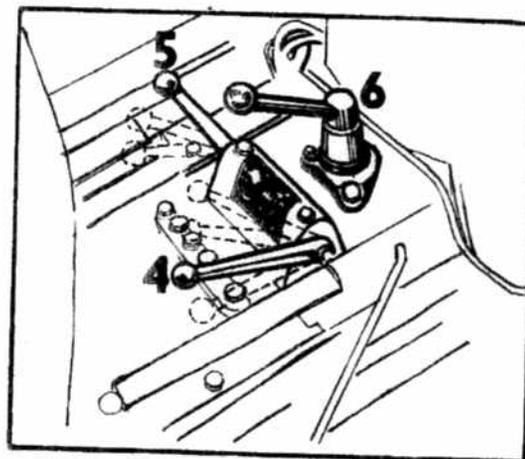

Fig. 4
N'effectuer le débrayage à main (désaccouplement de l'embrayage) qu'à courte durée. Au débrayage de longue durée de l'arbre de prise de force se servir du levier de changement gauche situé sur le couvercle de la boîte de vitesses (fig. 4/4).
4. Levier de changement de l'arbre de prise de force et de relevage hydraulique (fig. 4/4)
5. Levier de changement des vitesses réduites et routières (fig. 4/5)
6. Manette de commande de l'arbre de prise de force (fig. 4/6). (Seulement sur les tracteurs Z 5711—Z 5748, Z 6711—Z 6748.)